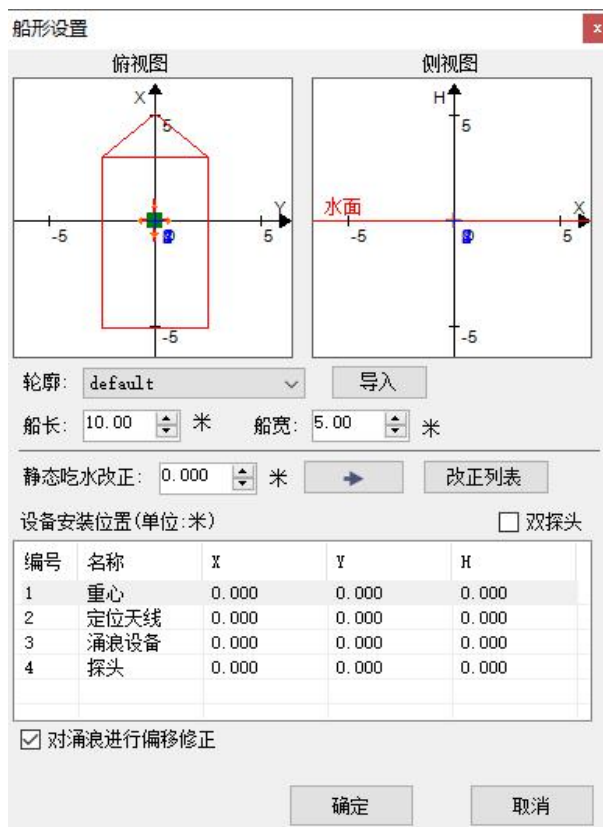

图 7.1 船形设置界面
- (1) 在创建新项目时，启动设置向导；
- (2) 点击软件主菜单“设置”→“项目配置”，或者点击工具栏按钮 ，在弹出的“项目配置参数”对话框中，选择“船形设置”列表项；
- (3) 点击软件主菜单“设置”→“船形设置”。船形设置界面如图 7.1 所示。